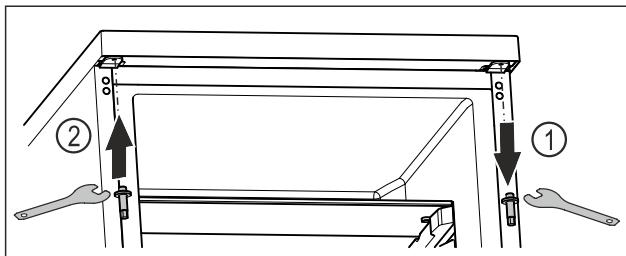

Fig. 20
- Відкрутіть верхній болт за допомогою шестигранного ключа. *Fig. 20 (1)*
- Затягніть болт із протилежного боку за допомогою шестигранного ключа. *Fig. 20 (2)*